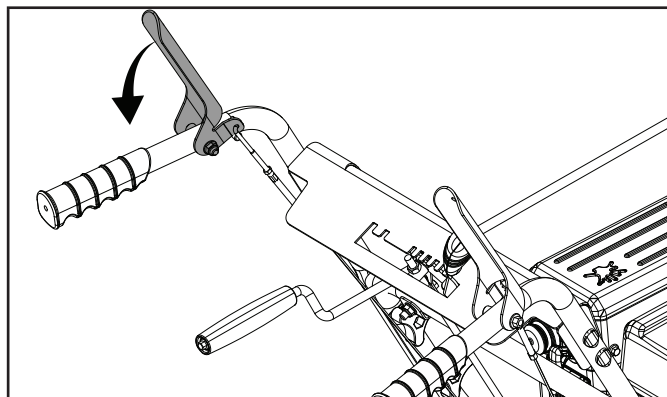

Figure 32
12. Tirez sur la poignée de commande de la tarière pour vous assurer que la poulie de renvoi est engager correctement la courroie (figure 32). Sous la couverture de la ceinture zone, assurez-vous que la distance des deux côtés entre le guide et la poulie sont les mêmes.